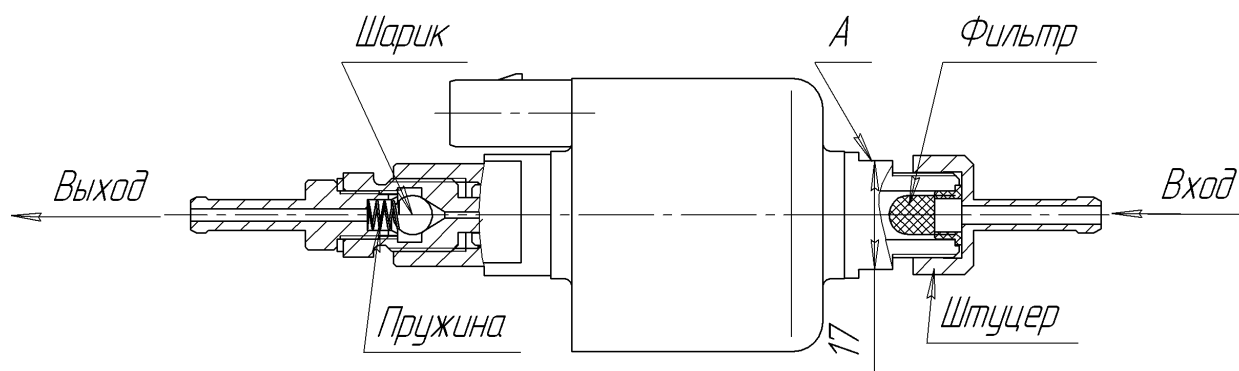

Рис.10.1 – Топливный насос
- 1) демонтировать топливный насос с ТС. Зафиксировав ключом (ключ на 17 мм) от поворота за поверхность А, отвернуть штуцер и снять фильтр (см. рис.10.1, запрещается фиксация топливного насоса за другие поверхности при отворачивании и наворачивании штуцера);